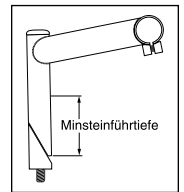

Abb.1
- Bevor Sie die XL am Fahrrad montieren, überzeugen Sie sich, daß die Gabel mit dem richtigen oberen Gabelkopf geliefert worden ist. Auf Abb. 1 sehen Sie die verschiedenen oberen Gabelköpfe, die es für die XL gibt. Dort sehen Sie auch, wie Sie die Verwindungsteife der Gabel optimieren können, indem Sie den oberen Gabelkopf richtig auswählen und richtig ausrichten.